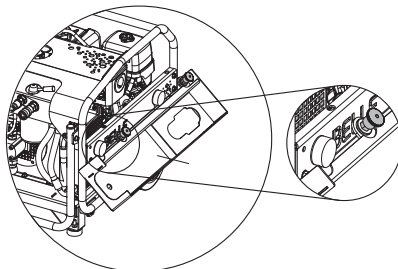

рис. 3
4. Зацепить лоток для инструмента нижним выступом под установленным боковым щитком и вытянуть оба вытяжных фиксатора (**см. рис. 3**)